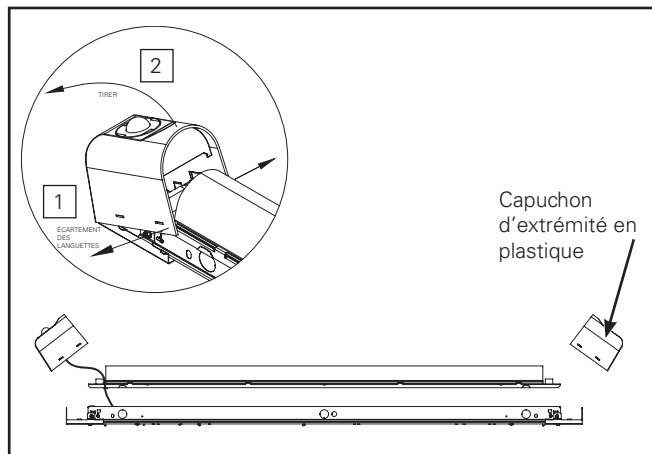

Figure 1.
2. Enlevez les capuchons d'extrémités et de milieu en plastique, retirez le protège-rail du boîtier du rail (Figure 1). Quand un capteur est installé, veillez à ne pas tirer les fils du capteur. Le protège-rail est maintenu par des ancrages pour l'empêcher de tomber pendant l'installation.